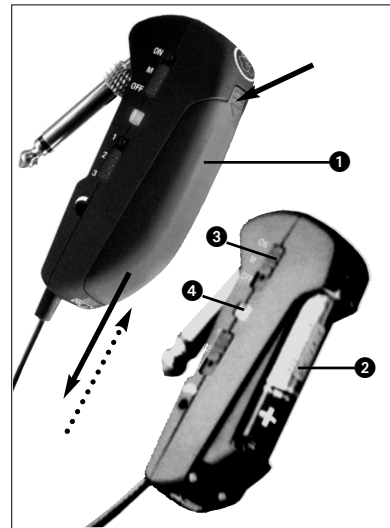

Fig. 2: Colocar a pilha
3.1 Colocar/trocar a pilha e testá-la (veja fig. 2)
4. Coloque a pilha nova ou a pilha fornecida na embalagem (2) no compartimento como é mostrado na fig. 2.